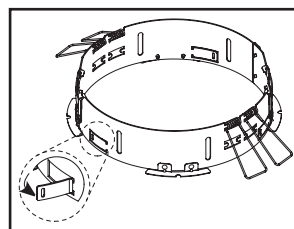

Figura 30.
6. Para evitar que el anillo se mueva en la abertura del alojamiento o techo, utilice un destornillador de cabeza plana para levantar las 4 lengüetas centrantes en la unidad del anillo adaptador (Figura 30.).